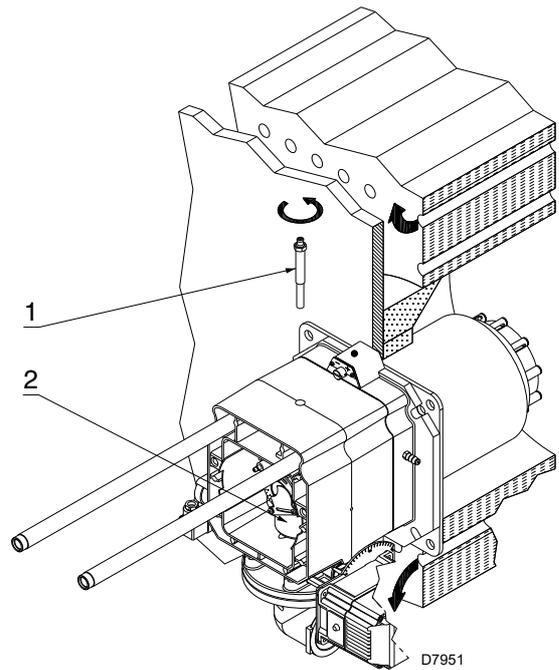

Abb. 14
- die Schraube 1) (Abb. 14) entfernt werden;
- der interne Teil 2) (Abb. 14) des Kopfs herausgezogen und die entsprechende Einstellung vorgenommen werden.
An dieser Stelle der Installation ist der Flammkopf am Kessel wie in Abb. 14 angebracht.